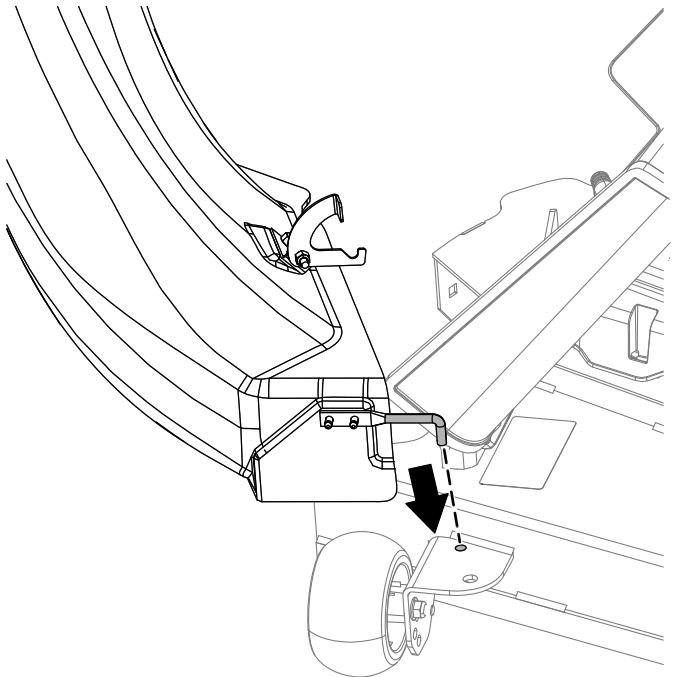

Figura 16
1. Incline el conducto e instale el pasador en el taladro de la carcasa del cortacésped, tal y como se muestra en la Figura 16.